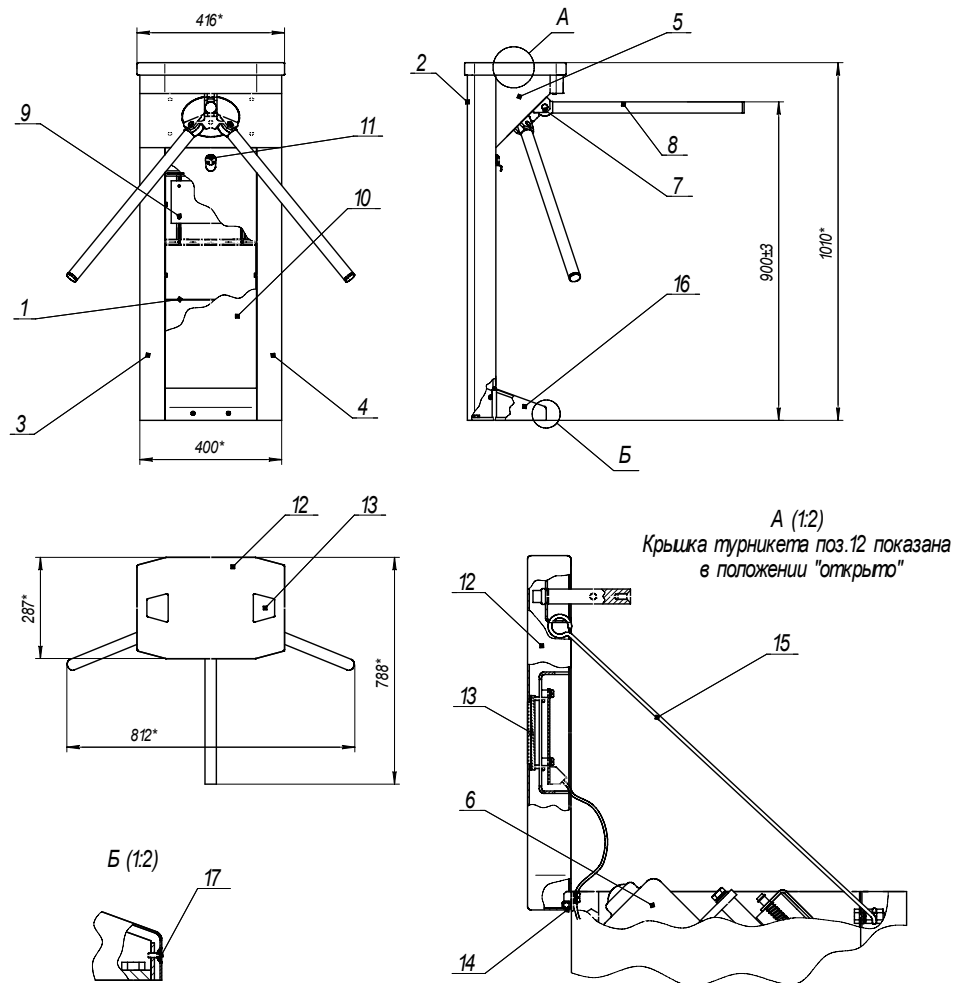

Рис.1
5.1 Турникет (см. рис. 1) представляет собой сборный металлический корпус, состоящий из сварного каркаса 1 и закрепленных на нем деталей обшивки: задней панели 2, двух боковых панелей 3, 4 и кожуха верхнего отсека 5. В верхнем отсеке размещен привод турникета 6 с триподом 7, оснащенный тремя преграждающими штангами 8. В средней части корпуса установлен блок управления приводом 9, а также предусмотрено место для размещения платы контроллера (при работе турникета в составе СКУД). Спереди корпус турникета закрывается съемной дверцей 10, которая фиксируется с помощью замка 11.